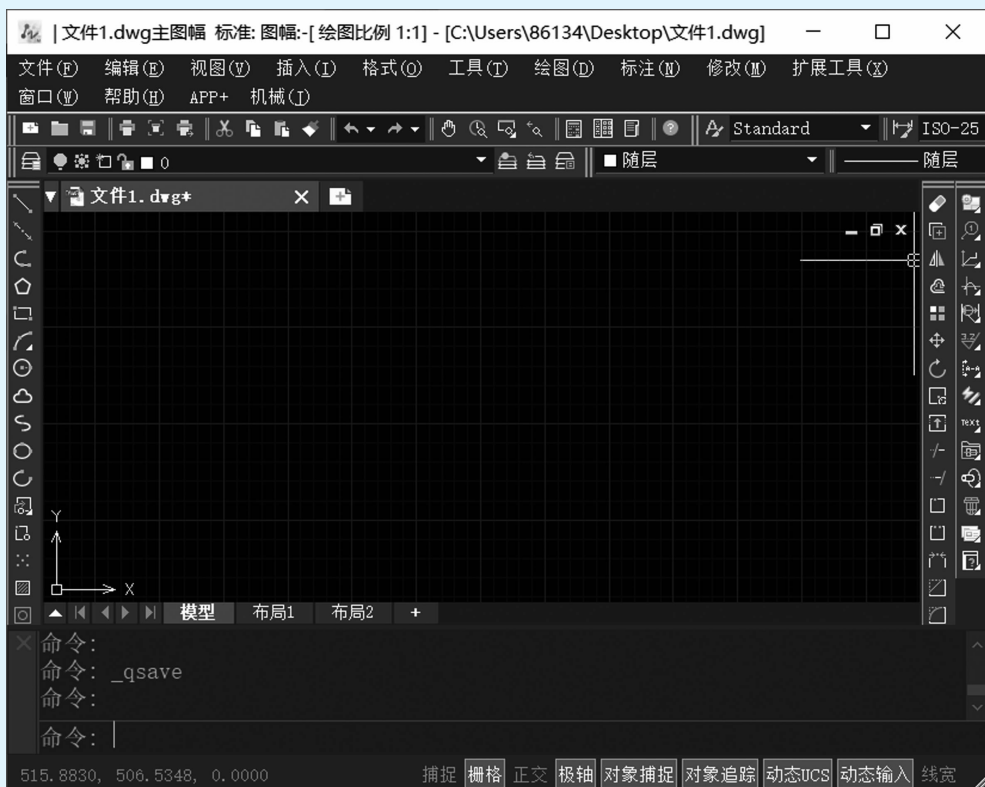

图 1-1-18
2. 新建一个中望 cad 文件,通过状态栏设置栅格 x 为 20,y 为 30,并切换到“草图与注释空间”,如图 1-1-18 所示,文件另存为“文件 1”。